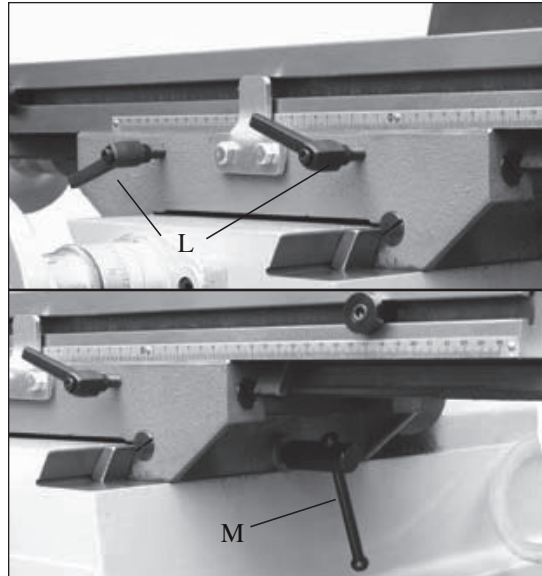

Bild 9.2
5. Lås bordet med hjelp av de to låsespakene (L-fig. 9.2) for Y-akselen samt låsehåndtaket (M-fig. 9.2) for X-akselen. Vri medurs for å låse og moturs for å låse opp.
15. Lås bordet ved å bruke spakene for bord låsen (L-fig.9.2) og låsehåndtaket (M-fig.9.2).